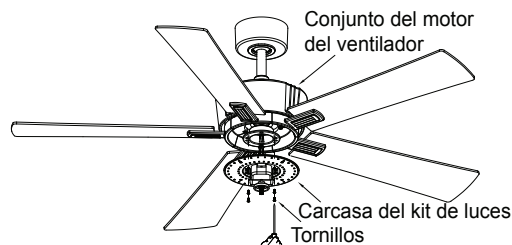

Fig. 19
**Paso 3.** Alinea los orificios para tornillos de la bandeja del kit de luces con los orificios para tornillos del anillo de montaje del conjunto del motor del ventilador. Vuelve a instalar y aprieta los cuatro tornillos que retiraste anteriormente en el paso 2 de forma segura. (Fig. 19)